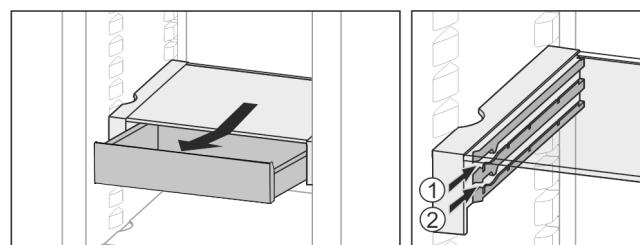

Fig. 38
- Vstavite ga na poljubni višini Fig. 38 (1) ali Fig. 38 (2).